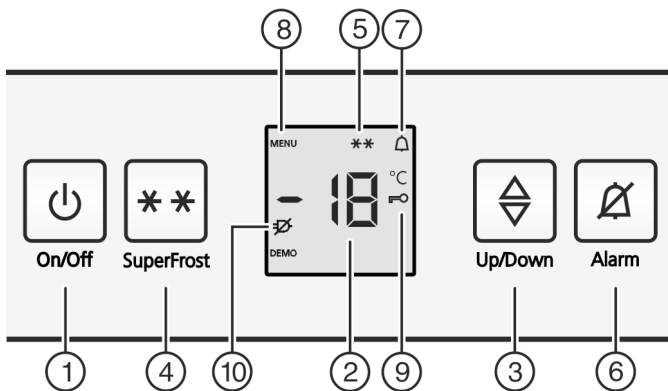

Fig. 2
- A SuperFrost ikon Fig. 2 (5) villog a hőmérsékletjelzővel együtt.*
- ▶ Nyomja meg az On/Off gombot Fig. 2 (1).
- ▶ Beállítási mód aktiválása: Nyomja meg a SuperFrost gombot Fig. 2 (4) kb. 5 másodpercre.
- ▷ A kijelzőn megjelenik a Menü ikon Fig. 2 (8).
- ▶ A SuperFrost billentyűvel Fig. 2 (4) röviden nyugtázza.
- ▷ A gyermekbiztosítás ikon Fig. 2 (9) világít a kijelzőn.
- ▶ Röviden nyomja meg az On/Off gombot Fig. 2 (1).
- ▷ A gyermekbiztosítás ikon Fig. 2 (9) kialszik.
▶ Röviden nyomja meg az On/Off gombot Fig. 2 (1).
▶ Nyomja meg a riasztás gombot Fig. 2 (6).
Egyidejűleg villog a hőmérsékletkijelző és a riasztás ikon Fig. 2 (7).
A figyelmeztető hangjelzés automatikusan elnémul, a riasztás ikon Fig. 2 (7) eltűnik és a hőmérsékletkijelző is abbahagyja a villogást, mikor a hőmérséklet újra elégé alacsony.